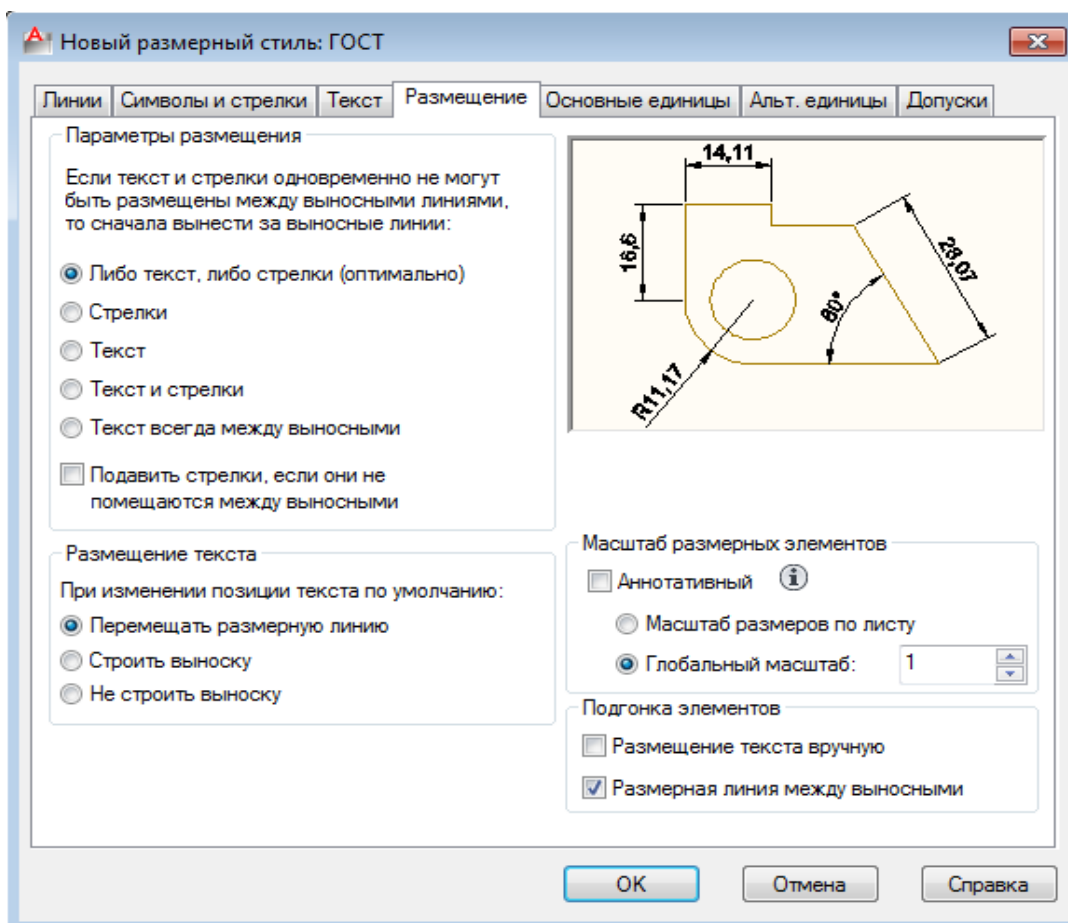

Рисунок 3
- Панель "Создание нового размерного стиля" – кнопка "Далее" => панель "Новый размерный стиль: ГОСТ" (рис. 3).